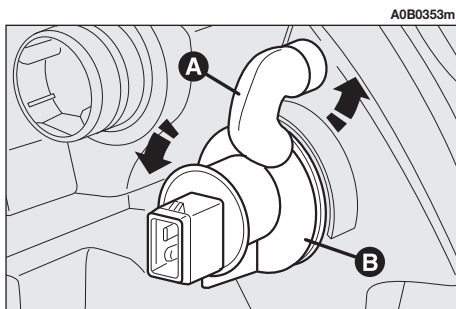

fig. 29
- Ruotare in senso antiorario il cappuccio (A-fig. 29).
- Ruotare il portalampada (B) in senso antiorario.